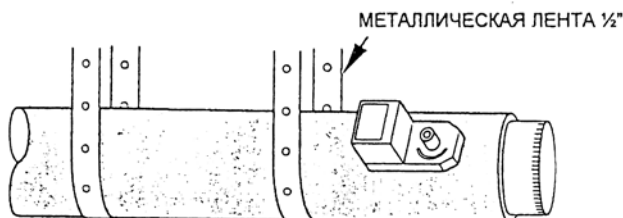

Рис. 2 – Изолированный круглый воздуховод
2. Надвиньте конец зональной заслонки на конец воздуховода. Для закрепления используйте самонарезающий винт для листового металла. (См. рис.2).